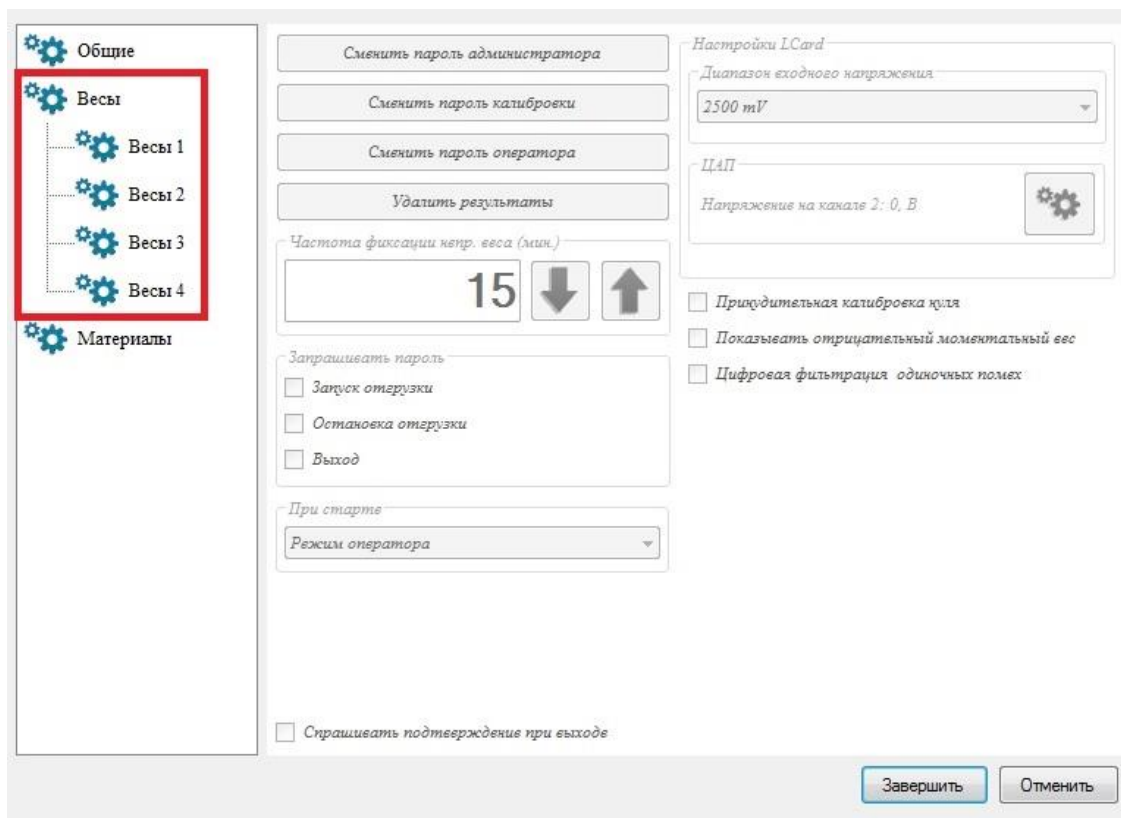

Рисунок 1.3 Выбор Дозатора для калибровки
2.4 После ввода пароля откроется окно выбора Дозаторов (Весов) для калибровки, представленное на Рис. 1.3 Выберите необходимый Дозатор, нажав соответствующую надпись;